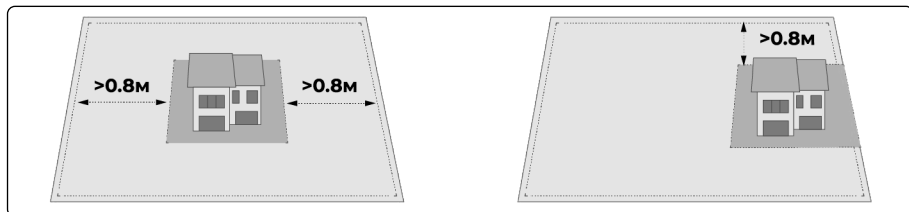

Рис. 5
- Граница газона должна находиться на расстоянии более 0,8 м от дома. (Рис. 5)